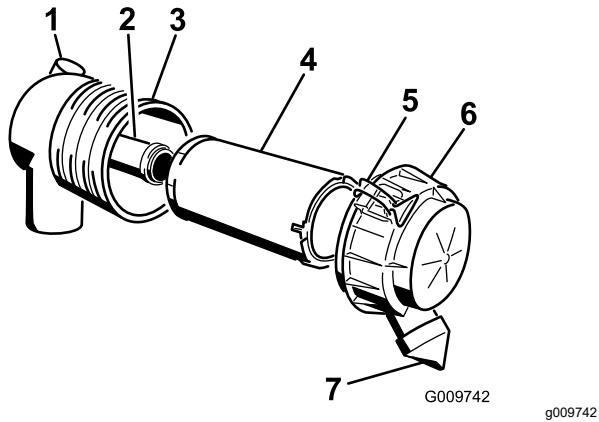

Figura 61
1. Empurre suavemente o filtro primário para fora do corpo do filtro de ar (Figura 61).
4. Se substituir o filtro de segurança, empurre o novo filtro com cuidado para o corpo do filtro (Figura 61).
6. Instale a cobertura do filtro de ar com o lado indicado como "UP" virado para cima e prenda o trinco (Figura 61).